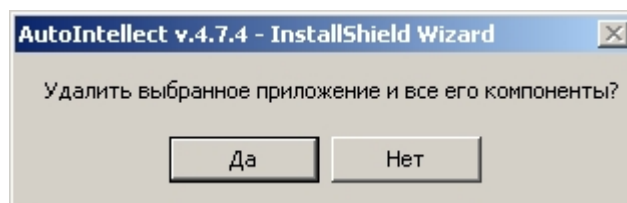

*Рис. 20. Диалоговое окно запуска процесса удаления программы «Авто-Интеллект»*
- б. В открывшемся диалоговом окне требуется с помощью манипулятора «мышь» установить переключатель в положение «Удалить» (см. Рис. 20).